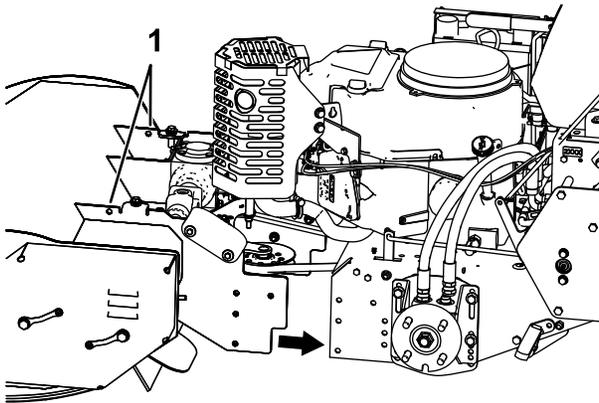

Figura 3
7. Retire la cubierta superior de la desbrozadora y la varilla de acoplamiento de engranado de la TDF antes de elevar la desbrozadora y colocarla en su posición contra la unidad motriz (Figura 3).